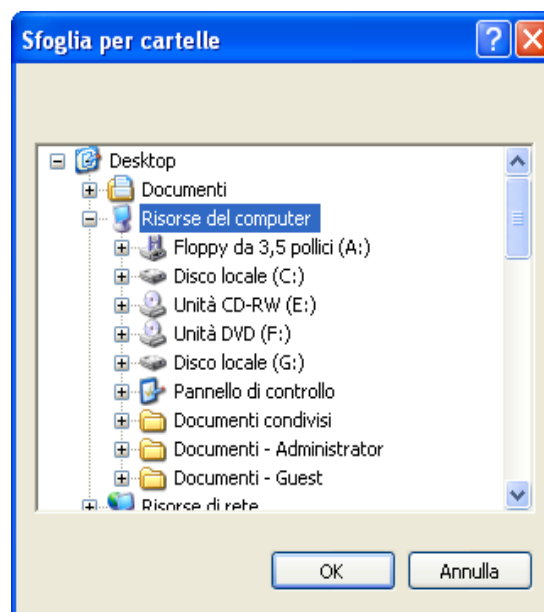

Fig. 25 – Selezione dei file di progetto.
- 2) Premere il pulsante "Seleziona Files di progetto", selezionare la cartella contenente i files (Ad esempio la cartella Control Panel "CP" contenuta all'interno del CD-Rom fornito in dotazione), premere "ok" per proseguire (fig. 25)